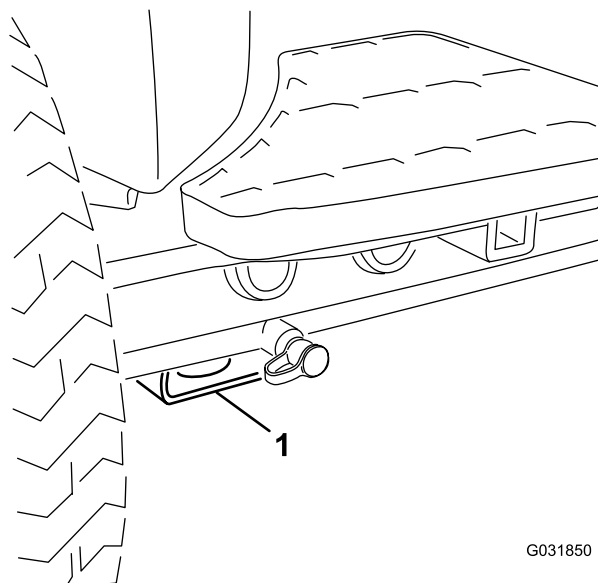

Figura 57
- **Parte anteriore della macchina** – supporto rettangolare, sotto il tubo dell'assale, all'interno delle ruote anteriori (Figura 57).